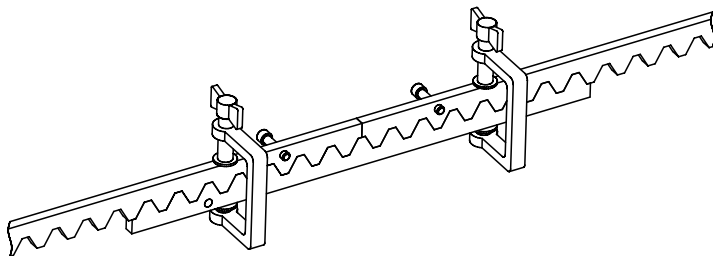

Рисунок 8. Позиционирование реек
- Поместите горизонтально предварительно собранную вторую секцию рейки встык с первой, используя дополнительную секцию рейки (рис. 8). При совмещении реек исключите возможность в зоне переходов каких-либо смещений с тем, чтобы обеспечить плавный ход ворот.